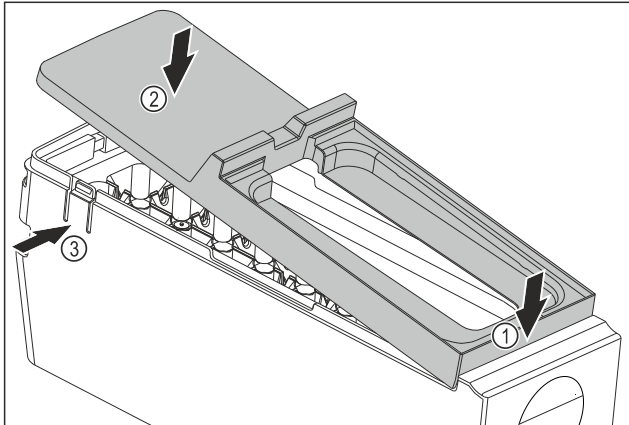

Fig. 108
- ▶ Monter le couvercle du corps de l'EasyTwist-Ice : Placer le couvercle à l'avant. Fig. 108 (1)
- ▶ Abaisser le couvercle à l'arrière. Fig. 108 (2)
- ▶ L'enclenchement du couvercle dans les deux languettes Fig. 108 (3) se fait entendre.